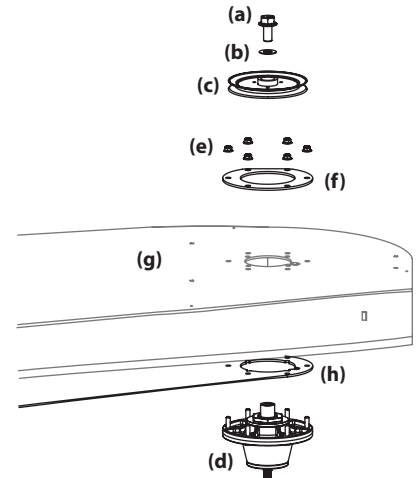

Figure 4-25
6. Retirez le boulon (a) et la rondelle plate (b) qui fixent la poulie de fusée (c) à la fusée (d). Voir Figure 4-25.
7. Retirez les quatre (6) écrous autobloquants à bride (e) qui retiennent les fusées gauche et droite (d) et les plaques de support (f) au boîtier du plateau de coupe (g). Voir Figure 4-25.
10. Pour installer la fusée, répétez les étapes ci-dessus dans l'ordre inverse. Assurez-vous de placer la quincaillerie dans l'ordre indiqué à la Figure 4-25. Serrez les boulons hexagonaux (a) à un couple de à 250 pi-lb et les écrous autobloquants à bride à un couple de 21 à 32 pi-lb.